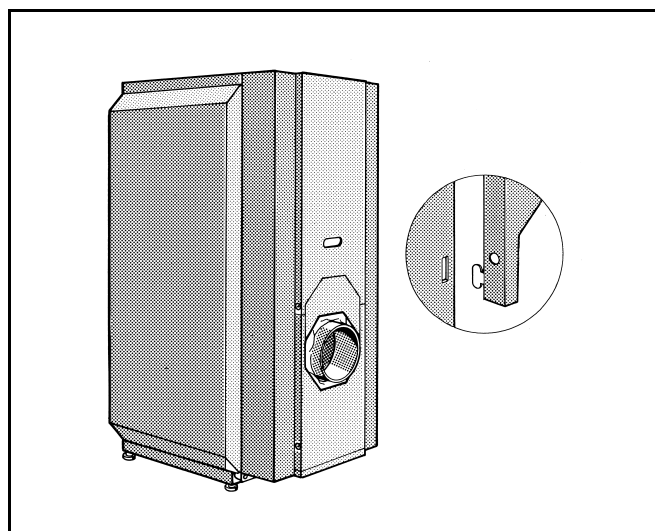

Fig. 30
- Appendere la parte superiore dello schermo con i ganci nelle 4 fessure delle pareti frontali destra e sinistra, al disopra del tronchetto di scarico (fig. 30).
- Appendere la parte inferiore dello schermo con i ganci nelle 4 fessure delle pareti frontali destra e sinistra, al disotto del tronchetto di scarico (fig. 30).